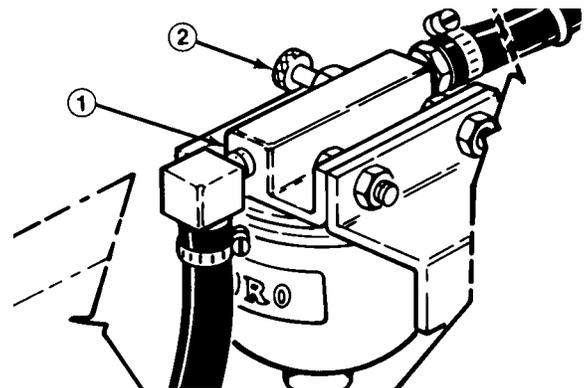

Figure 12
- Desserrer la vis de purge en haut du filtre à carburant/séparateur d'eau (Fig. 12).